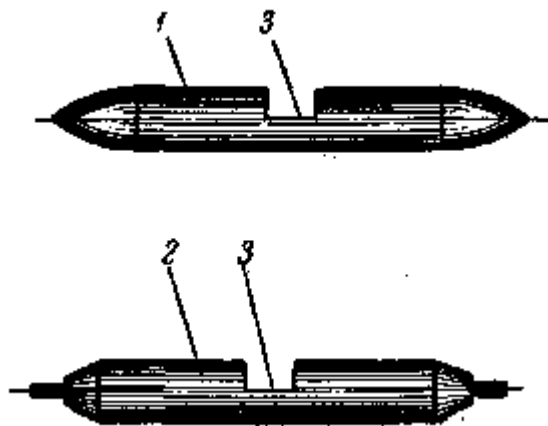

Рис. 167. Оси баланса будильника:
1. Стальная, полированная ось баланса (рис. 167), заостренная с двух концов, имеющая в центре